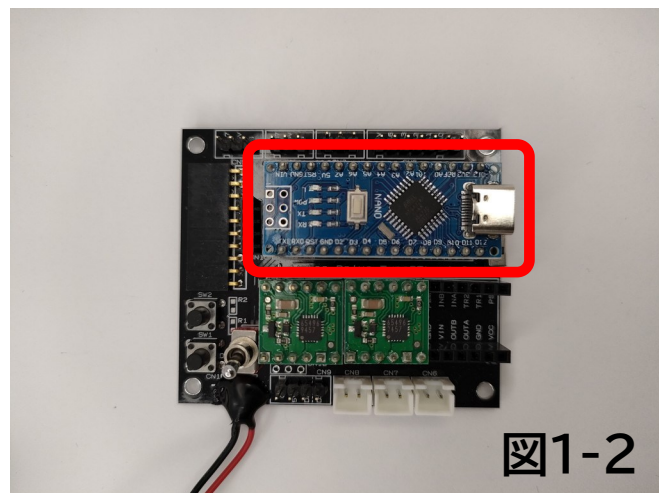

図1-2
2. パーツNo.2「Arduino Nano互換基板」をモータードライブ基板TypeRTLの図1-2の赤枠で囲った箇所に取り付けます。